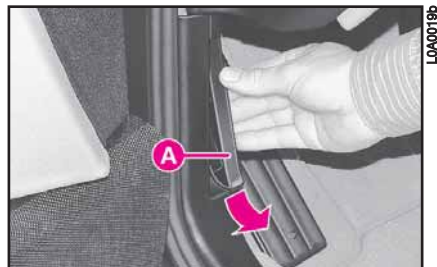

fig. 212
- 2) Tirer le levier A (fig. 212) dans le sens indiqué par la flèche.